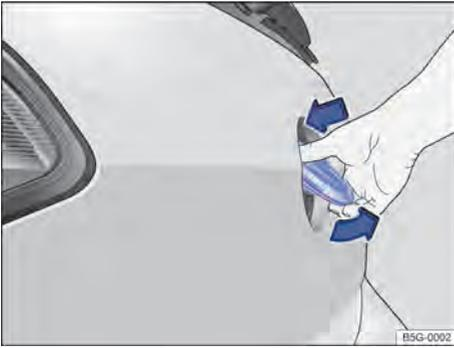

Fig. 73 Abrir a tampa do compartimento de bagagem por fora.
- Pressionar acima do logo VW e levantar a tampa do compartimento de bagagem → Fig. 73.